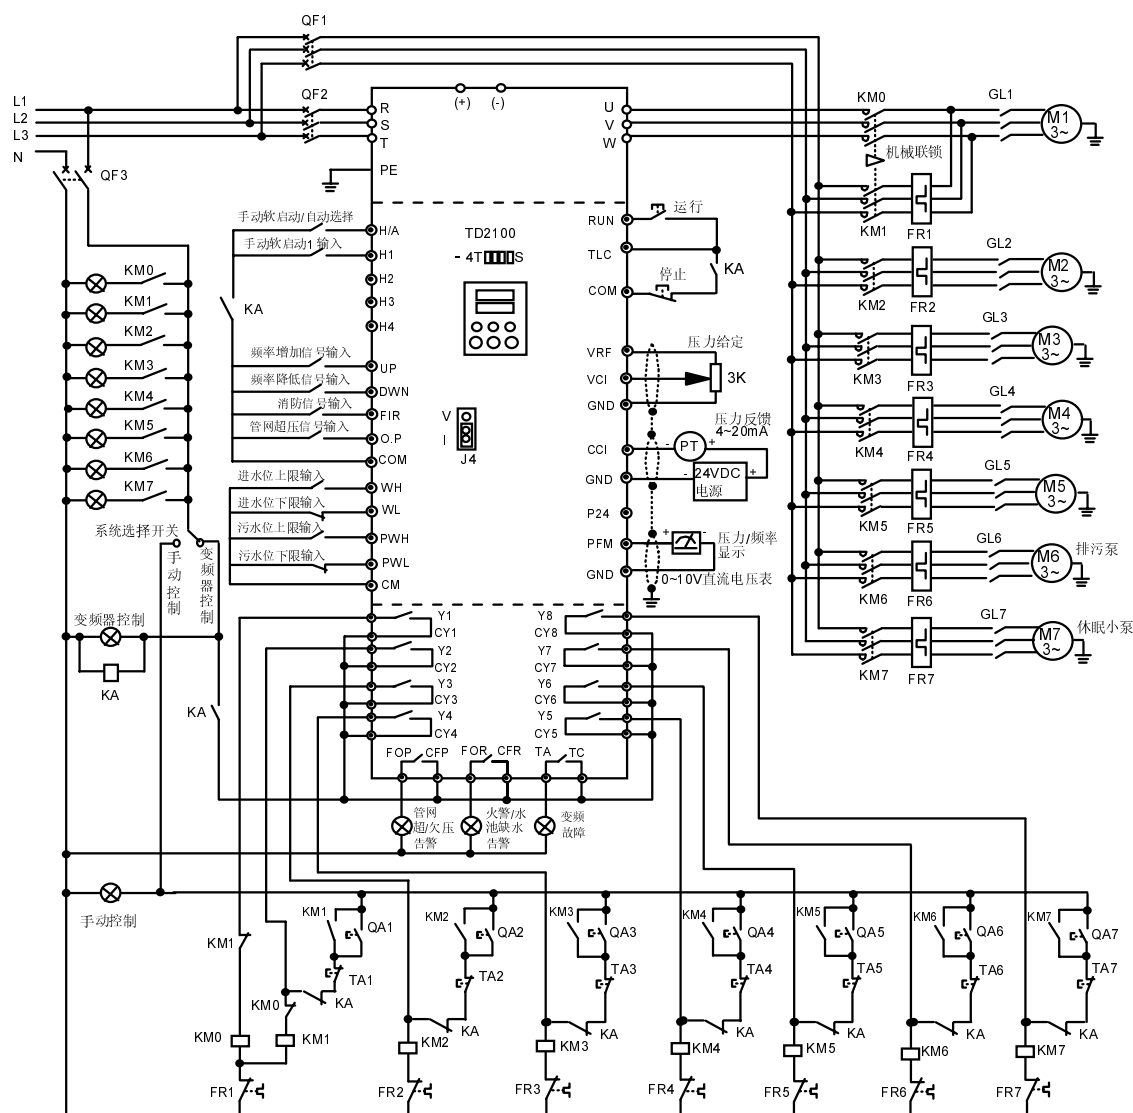

图3-12 变频固定方式（典型应用：5台常规泵+1台排污泵+1台休眠泵）
12. F107=0：端子控制的普通控制方式；如果需要采用三线运行控制方式，则F107=1，三线运行控制方式说明及接线见图3-12或表3-4；
11. F107=0: 端子控制的普通控制方式; 如果需要采用三线运行控制方式, 则F107=1, 三线运行控制方式说明及接线见图3-12或表3-4;
9. F107=0: 端子控制的普通控制方式; 如果需要采用三线运行控制方式, 则F107=1, 三线运行控制方式说明及接线见图3-12或表3-4;
2. 功能码设置见图3-12。